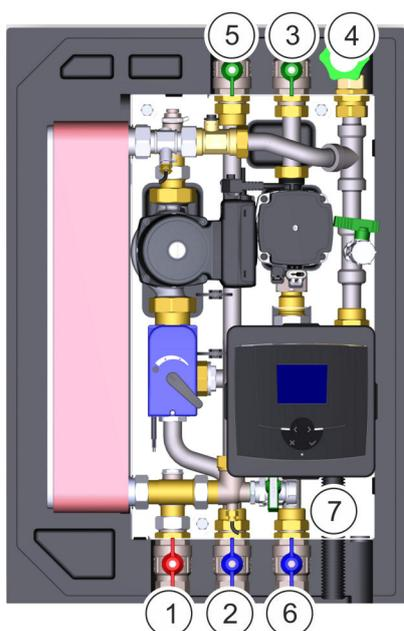

Abb. 22: Hähne anschließen
■ Die Frischwarmwasserstation wurde gemäß Abb. 22 vorbereitet.
1. ➔ Hauptzuleitung Trinkwasser an den Anschluss Hauptzuleitung Trinkwasser (Abb. 22/4) anschließen.
2. ➔ Warmwasserleitung an den Anschluss Trinkwasserverteilung (warm) (Abb. 22/5) anschließen.
3. ➔ Vorlauf Hauptzuleitung Heizung an den Primäranschluss Wärmeversorgung Vorlauf (Abb. 22/1) anschließen.
4. ➔ Rücklauf Hauptzuleitung Heizung an die Einbindung Speicher mitte (optional) (Abb. 22/2) anschließen.
5. ➔ Wenn vorhanden, Zirkulationsleitung an den Anschluss integrierte Zirkulation (Abb. 22/3) anschließen.